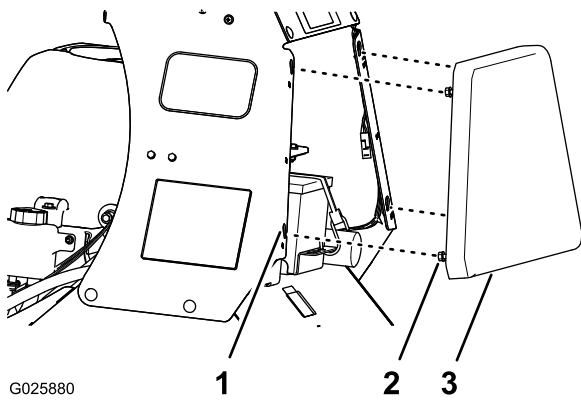

Figura 23
1. Afloje los 4 pernos con arandela prensada que sujetan el teclado en los paneles derecho e izquierdo de la consola (Figura 23).
2. Levante el teclado de la consola (Figura 23) unos 13 mm ($\frac{1}{2}$ ").
3. Tire del teclado de la consola hacia atrás en línea recta y retire el teclado de la máquina (Figura 23).
1. Alinee los 4 pernos con arandela prensada en la cara hacia adelante del teclado de la consola con las 4 ranuras en forma de bocallave del bastidor de la consola (Figura 23).
2. Mueva el teclado hacia adelante hasta que el teclado quede a nivel con el bastidor de la consola (Figura 23).
3. Mueva el teclado hacia abajo hasta que los pernos con arandela prensada queden asentados en las ranuras en forma de bocallave (Figura 23).